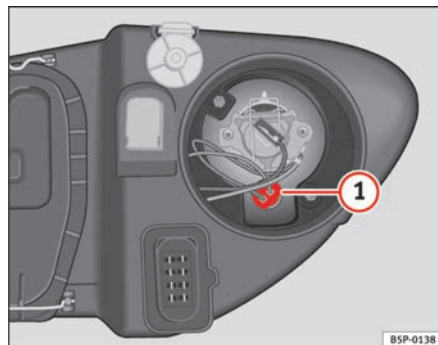

Abb. 189 Standlicht
- Die Fassung ⇒ Abb. 189 ① herausnehmen.